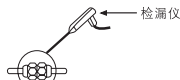

图32
- 3 用⑮塑料绝缘带把铜管和连接电缆包起来。
- 4 在接口处用检漏仪或者肥皂水来检查是否有泄漏。(如图32)